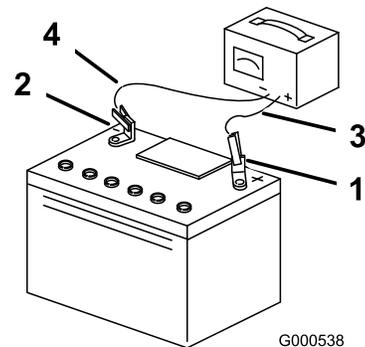

図 39
3. 充電が終わったら、チャージャのプラグをコンセントから抜いてから、チャージャのリード線をバッテリー端子から外す 図 39。